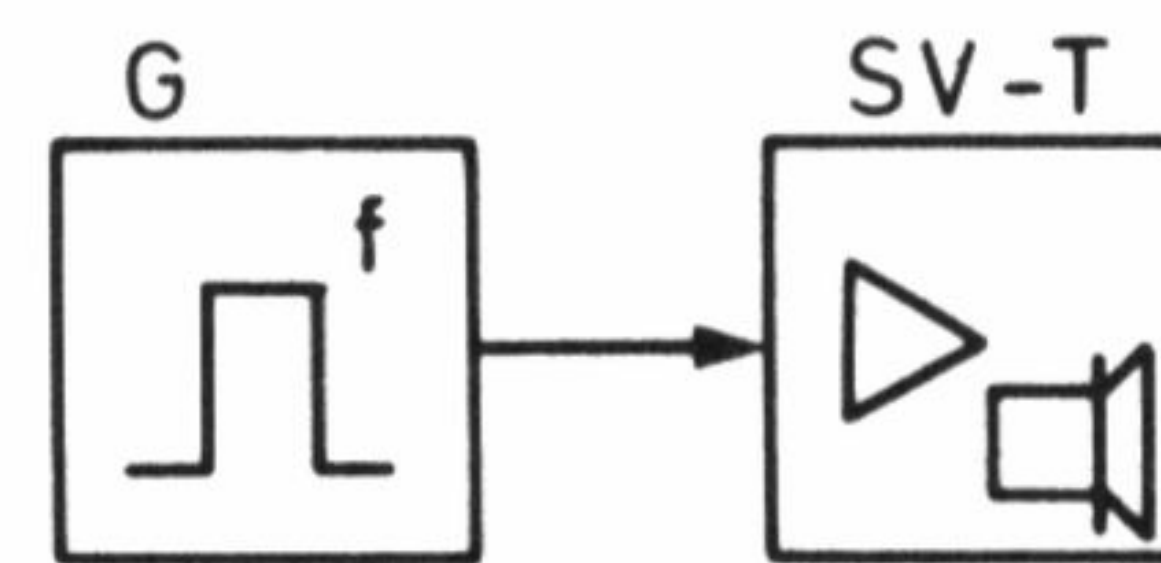

Bild 7.15: Ansteuerung eines Ausgangsschaltverstärkers (Lautsprecher-Last).
**Versuch III: Ausgangsschaltverstärker SV-T mit Lautsprecher (Bild 7.15)**